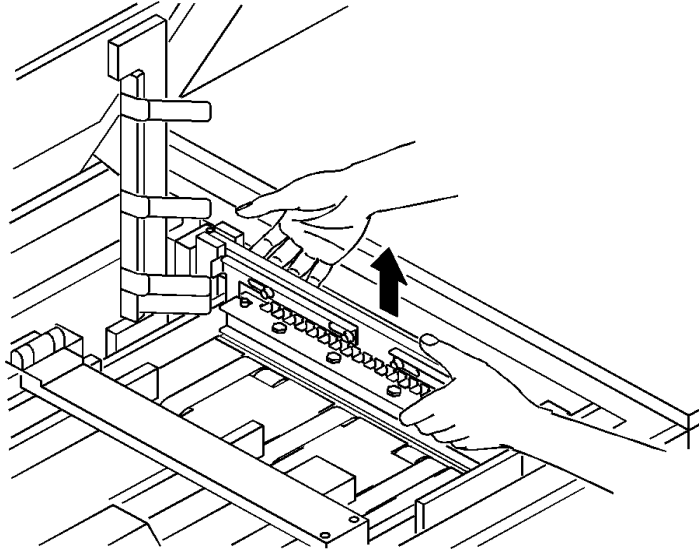

Figura 2-3: Retiro y colocación del conjunto de la matriz
- 6 Agarre la base de la matriz y levántela en forma recta hacia arriba tal como se muestra en la figura 2-3.